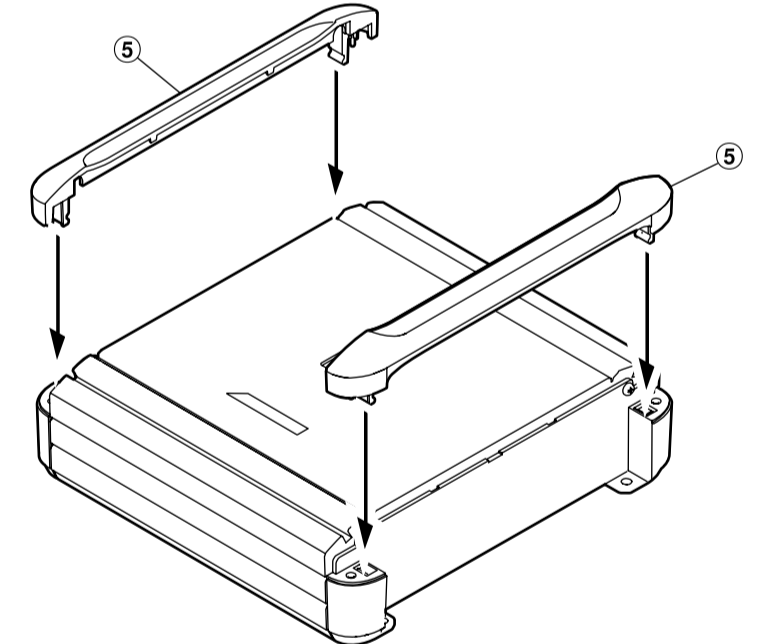

Рис. 3
ПРИСОЕДИНЕНИЕ КРЫШЕК КЛЕММ (только для моделей MRV-M500/MRV-F300) (Рис. 3)
- 1 Присоедините крышки клемм к основному блоку. (Рис. 3)